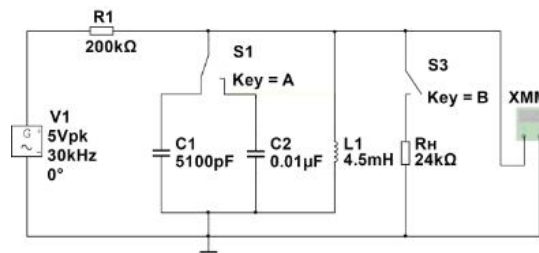

Рис. 2. Схема для исследований колебательного контура в режиме вынужденных колебаний
1. Соберите схему, изображённую на рис. 2.